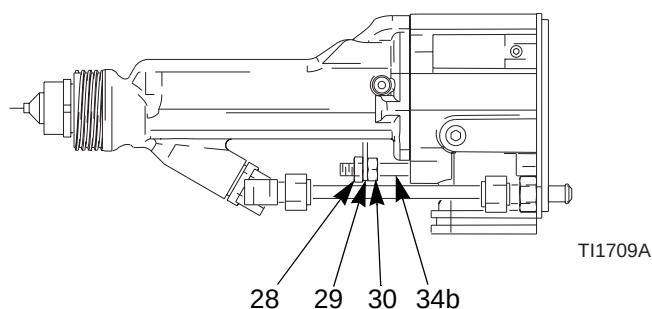

Fig. 25. Tige de commande
2. Démonter le chapeau d'air, page 34. Démonter le capotage (2).
3. Retirer l'écrou de blocage (28), la tige de commande (29) et l'écrou de réglage (30). Voir Fig. 25.
1. Monter l'écrou de réglage (30), la tige de commande (29) et l'écrou de blocage (28) sur la tige de piston (34b). À noter que l'écrou de blocage (28) est légèrement plus grand et plus mince que l'écrou de réglage (30). Voir Fig. 25, page 38.